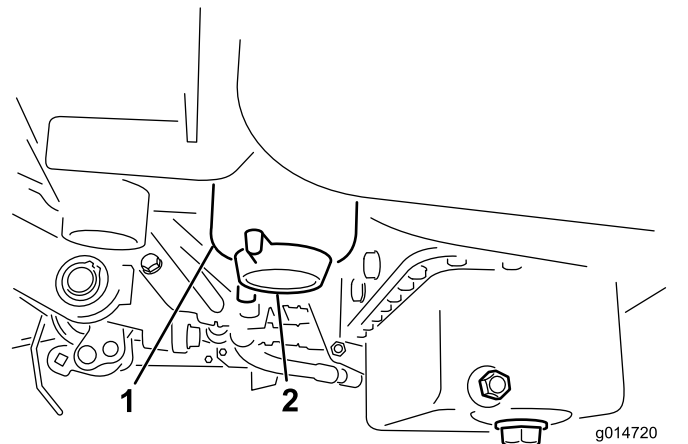

図 32
2. フィルタ容器 (図 32) の周辺をウェスできれいにぬぐう。
4. フィルタのドレンプラグを開く 図 32。